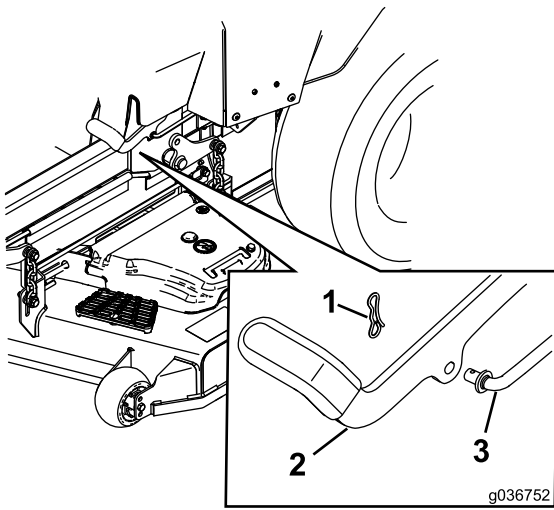

Figure 89
6. Si un réglage est nécessaire, desserrez le frein de stationnement : Retirez la goupille fendue de l'axe de la tringlerie de frein (Figure 89).